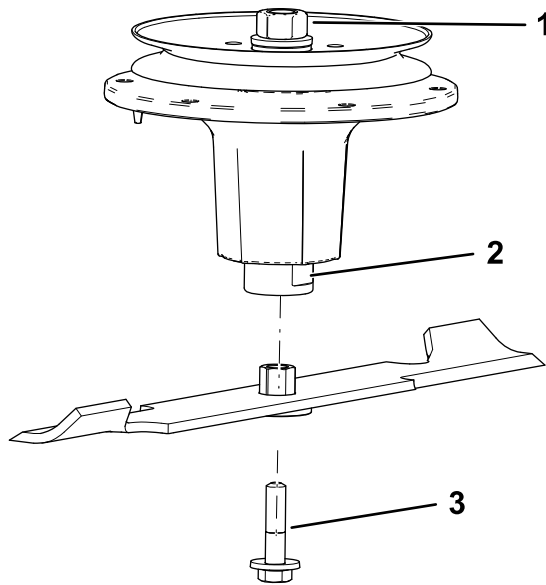

Figura 80
- Instale el conjunto de buje/cuchilla en el eje (Figura 80).